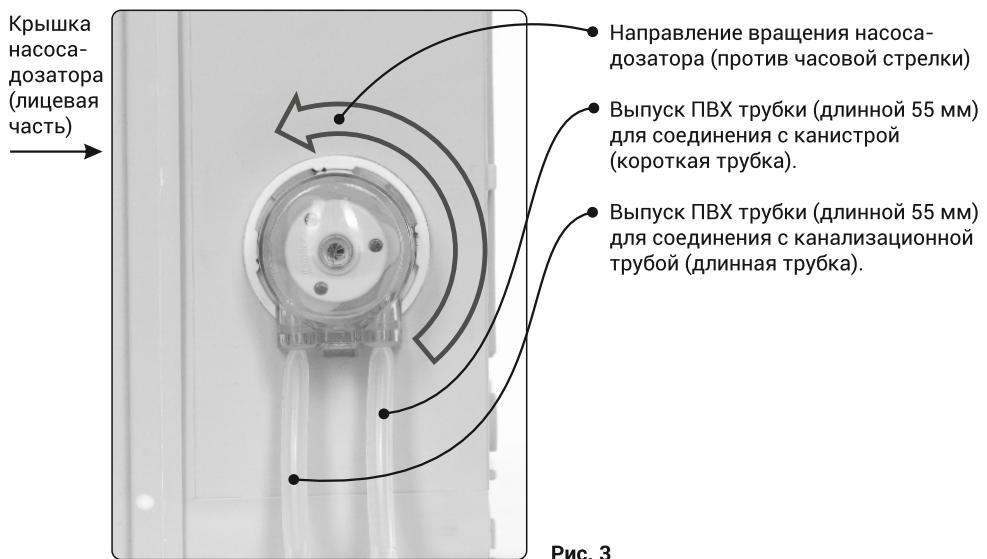

Рис. 3
- 3.2.11. Один конец ПВХ трубы подсоедините к выходящему (слева) патрубку насоса системы и отмерьте оптимальную длину ПВХ трубы до места подключения в канализационную трубу (необходимо избегать: заломов и изгибов), см. рис.3.